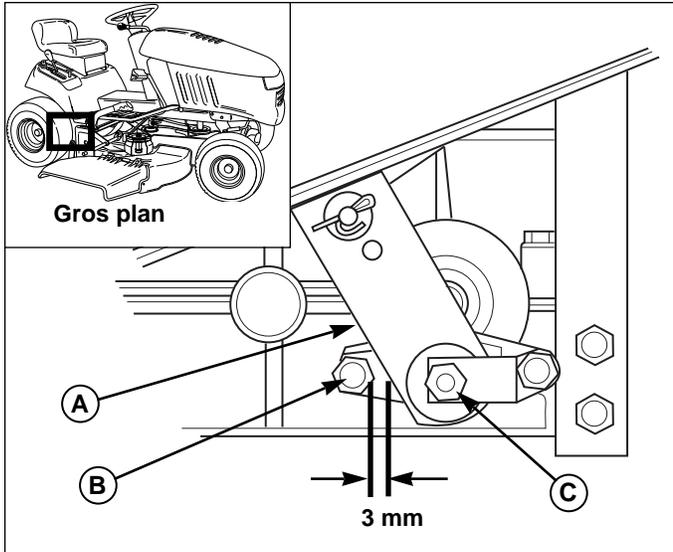
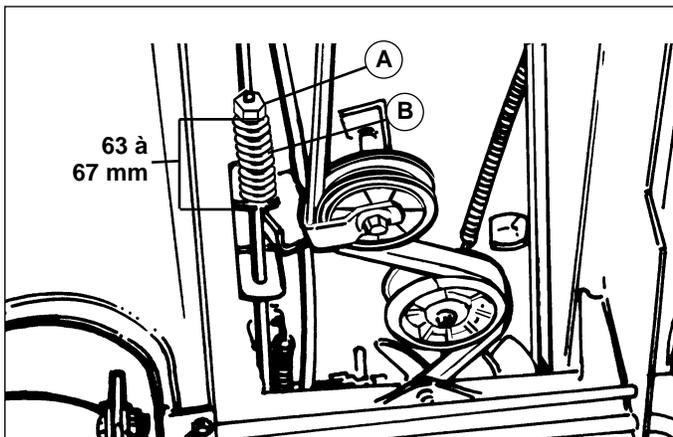

Figure 30. Réglage du frein – Modèles mécaniques
Figure 31. Réglage du frein de ressort – Modèles mécaniques
2. Voir la Figure 30. Pousser le levier de came de frein (A) vers l'avant. Il doit y avoir un espace de 3 mm entre le levier (A) et la butée (B), comme illustré.
3. Tourner l'écrou (C) dans le sens horaire pour réduire l'espace ou dans le sens antihoraire pour l'augmenter.
4. Voir la Figure 31. Serrer le frein de stationnement. Serrer ou desserrer l'écrou de réglage (C) pour obtenir une longueur de ressort comprimé de 63 à 67 mm, comme illustré.